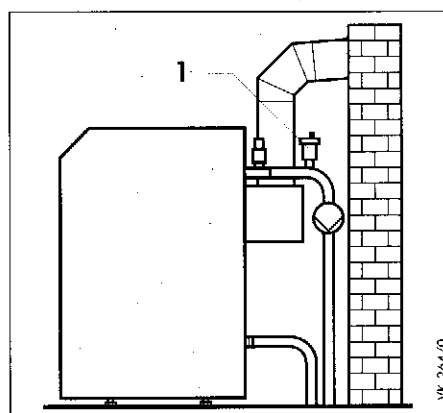

Рис. 5.3 Место установки-чердак
Если подающая и обратная линии прокладываются от газового котла вниз к системе отопления, то на подающей линии необходимо предусмотреть автоматический воздухоотводчик (1) как показано на рис. 5.3. Невыполнение этого указания может вызвать перегрев котла и его последующее аварийное отключение.